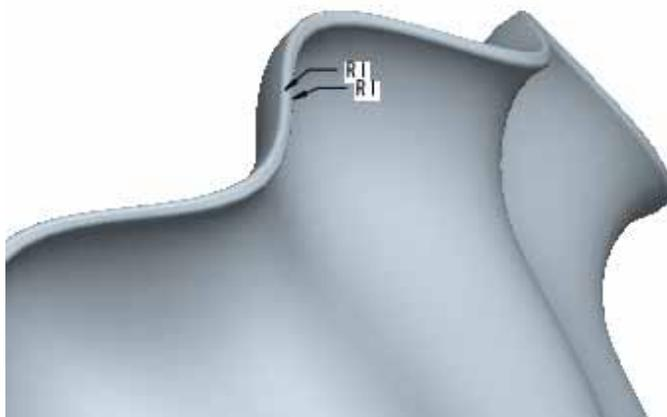

图 47-9
- (1) 单击  , 打开倒圆角特征操控板。
- (2) 输入圆角半径为 1，按下 CTRL 键，依次选中模型大端的两条边线，对其建立圆角，如图 47-9 所示。